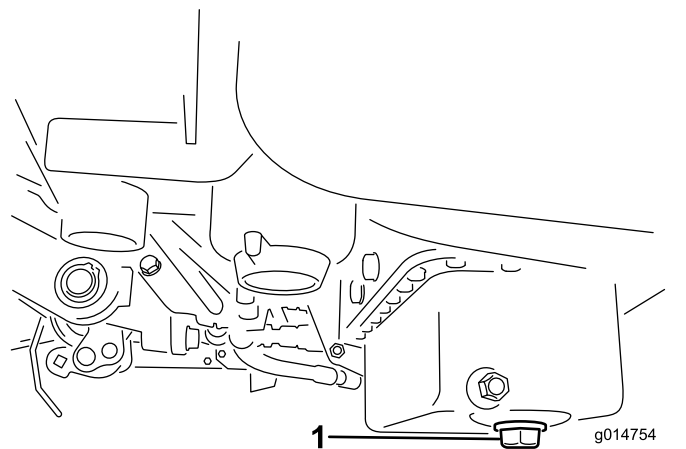

Figure 41
1. Retirez le bouchon de vidange et laissez couler l'huile dans un bac de vidange. Remettez le bouchon quand la vidange est terminée (Figure 41).